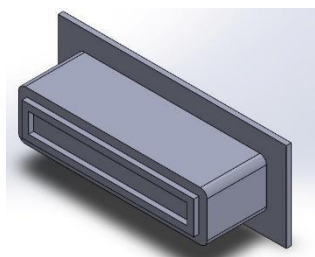

*Ilustración 6 Botón de confirmación (enter)*
- El botón de confirmación que se muestra en la imagen 6 (GPIO 8) tiene tres funciones, dependiendo del número de clics:
- Confirmar con 3 clics en el botón de confirmación de la imagen 6.